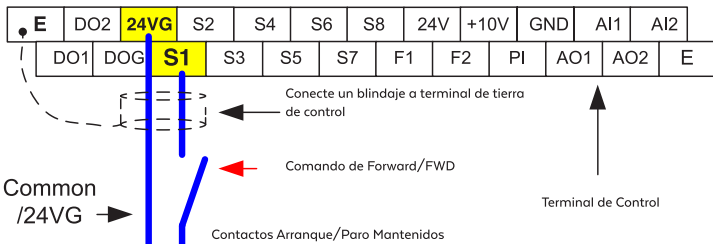

Fig 2a
-Remover la tapa frontal (Ver Manual A510) y hacer las conexiones como se muestran abajo en la Fig 2a